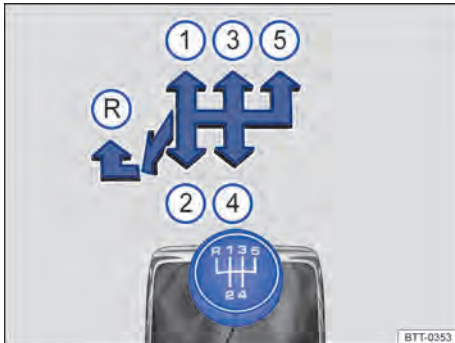
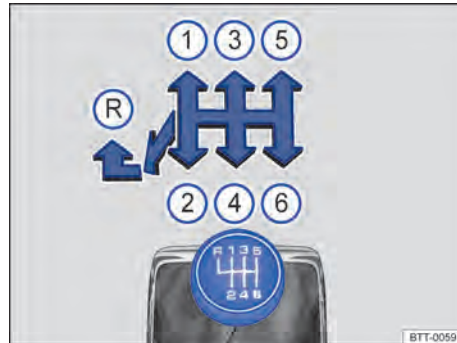

Fig. 146 Esquema de troca de marchas da transmissão manual de 5 marchas.
Fig. 147 Esquema de troca de marchas da transmissão manual de 6 marchas.
As posições de cada marcha estão representadas na alavanca da transmissão ⇒ Fig. 146 ou ⇒ Fig. 147.
- Empurrar a alavanca da transmissão totalmente para a esquerda e depois para frente até a posição da marcha a ré ⇒ Fig. 146 ou ⇒ Fig. 147 .